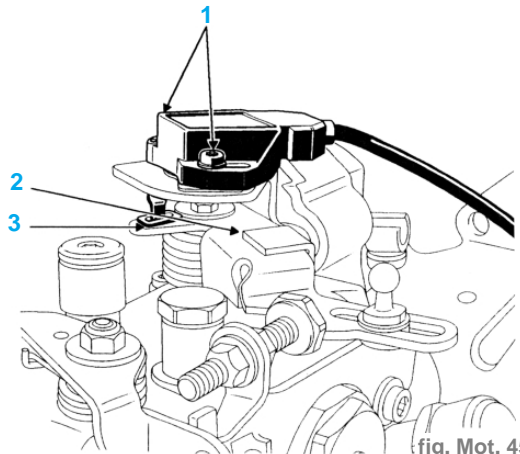

fig. Mot. 45
- Déposer les deux vis (1) fixant le potentiomètre. (fig. Mot. 45)
- Le curseur du potentiomètre est maintenu dans le levier de charge (2) par un insert plastique (3).